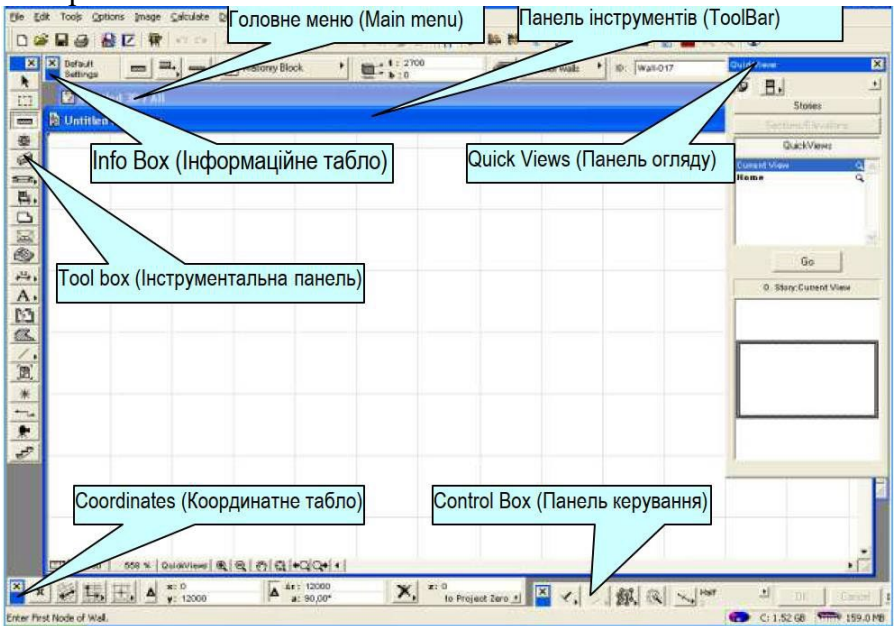

Рис. 2.1 - Головне вікно ArchiCAD
3. Всі основні засоби моделювання, креслення, редагування й навігації об'єднані в логічні групи і представлені у вигляді плаваючих панелей, які дозволяють здійснювати зручний і швидкий доступ до необхідних функцій. Використовуючи рис. 2.1, знайдіть на екрані ArchiCAD всі плаваючі панелі, назви яких наведені нижче: